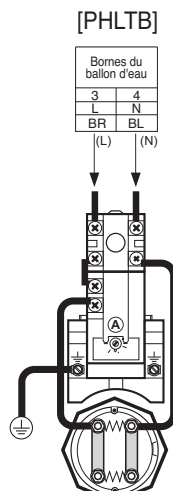

Fig. 3
Étape 6. Raccordez la carte à circuit imprimé principale à la plaque de bornes avec le fil (partie 4) comme illustré à la figure 3.